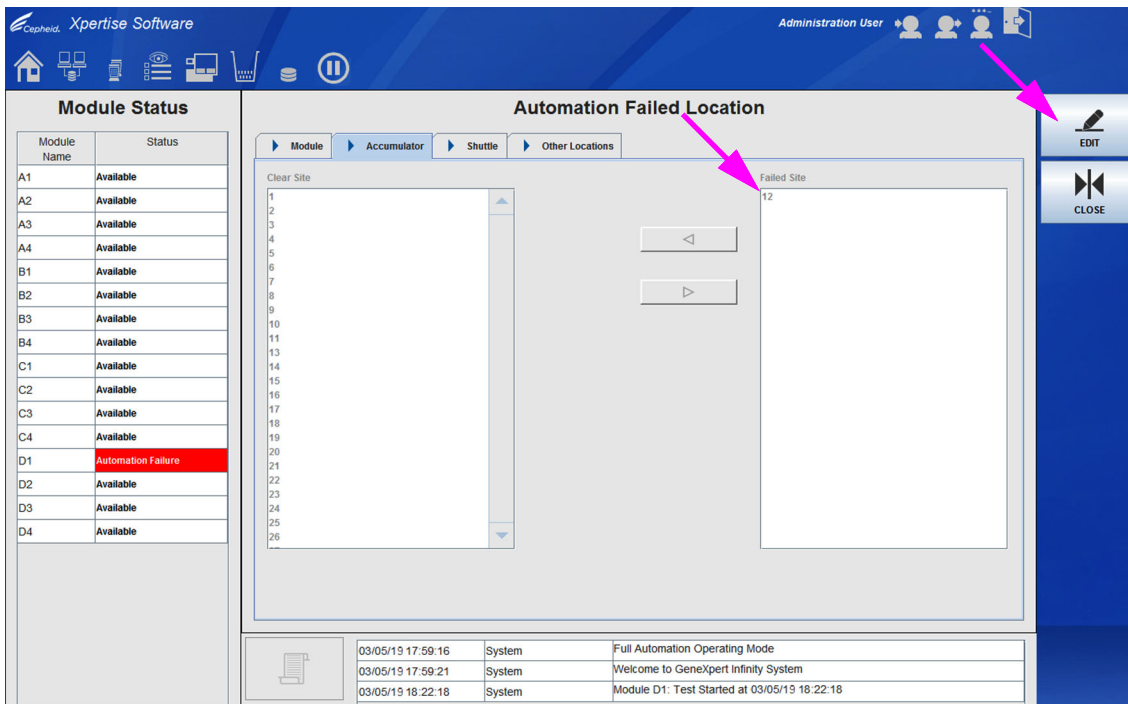

Figura 9-88. Área de trabalho Automation Failed Location (Localização de falhas de automatização) a mostrar local 12 falhado no acumulador
1. Selecione o separador (**Shuttle [Vaivém]**, **Accumulator [Acumulador]** ou **Other [Outro]**) na área de trabalho Automation Failed Location (Localização de falhas de automatização) correspondente ao local falhado (ver Figura 9-88). O separador selecionado mostra um painel **Clear Site (Local desimpedido)** e um painel **Failed Site (Local falhado)** com setas esquerda e direita entre eles. Para este exemplo, selecione o separador **Accumulator (Acumulador)**.
2. Na área de trabalho Automation Failed Location (Localização de falhas de automatização) (ver Figura 9-88), selecione o botão **EDIT (EDITAR)** para fazer alterações na área de trabalho.
No exemplo apresentado na Figura 9-88, o local falhado no acumulador é o local **12**.